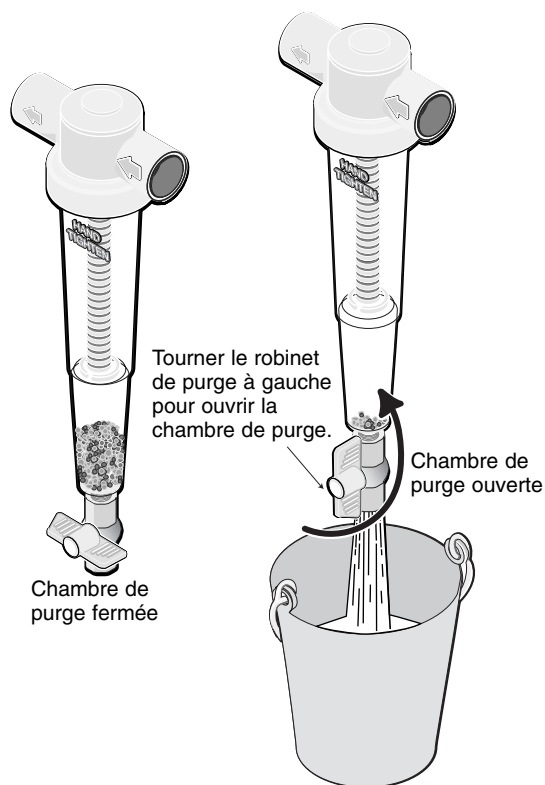

Figure 4
Dès que la chambre de purge est approximativement à moitié pleine de sable et de limon, il est temps de nettoyer le filtre. Se reporter à la Figure 4.
1. Ouvrir le robinet de purge et laisser l'eau couler (se reporter à la Figure 4) de façon que le sable soit chassé de la chambre de purge.